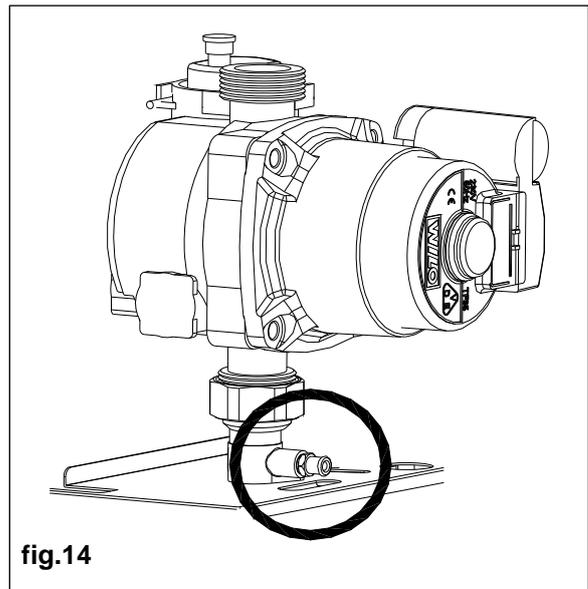

fig.14
**-Pour vidanger uniquement la chaudière, fermer les robinets départ/retour du circuit de chauffage. Ouvrir le robinet de vidange (fig.14) placé dans le collecteur de la pompe sur la partie inférieure de la chaudière.**
- ouvrir le robinet de vidange (fig.14)